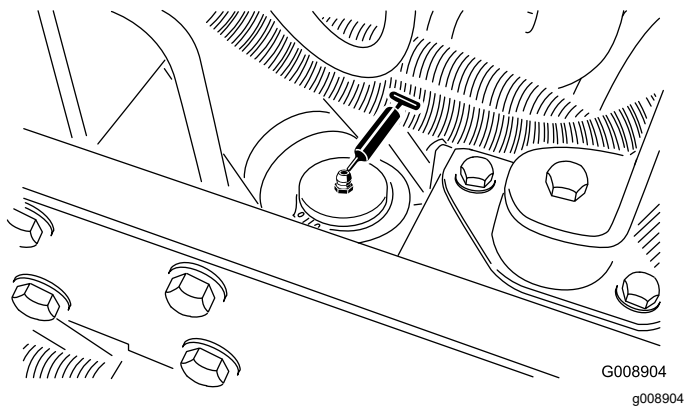

Figura 47
- Cilindro de dirección (**Figura 47**).